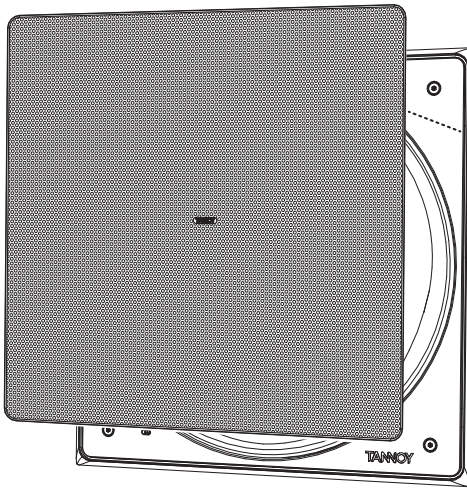

図 11. グリルの取り付け
1. グリルの端をバッフルとフレームの内側の端に注意深く合わせて、グリルを慎重に取り付ける必要があります (図 11)。くぼみの損傷を避けるために、グリルの中央を押さないでください。所定の位置にしっかりと押し付けられているときに、各コーナーに均等な圧力をかけます。